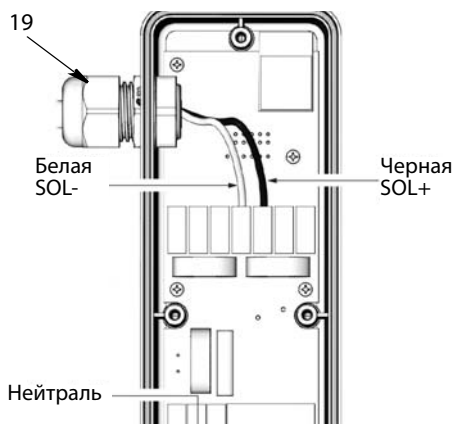

Рис. 8
11. Внутри корпуса регулятора (2) подсоедините нейтральный (белый) провод к клемме SOL - (белая) и фазу (черный провод) к клемме SOL + (черная) клеммной колодки (Рис. 8).